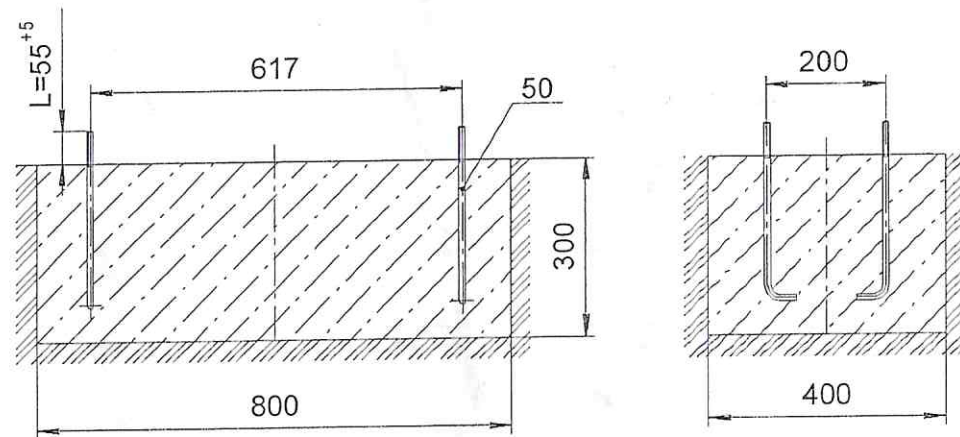

Рис.3
- Установить в приямок болты анкерные (поз.50) по размерам на рис.3. Произвести заливку приямка бетоном. Поверхность бетона выровнять горизонтально по уровню. Бетон фундамента – класса 15'. Объем бетона – 0,1 куб. м.